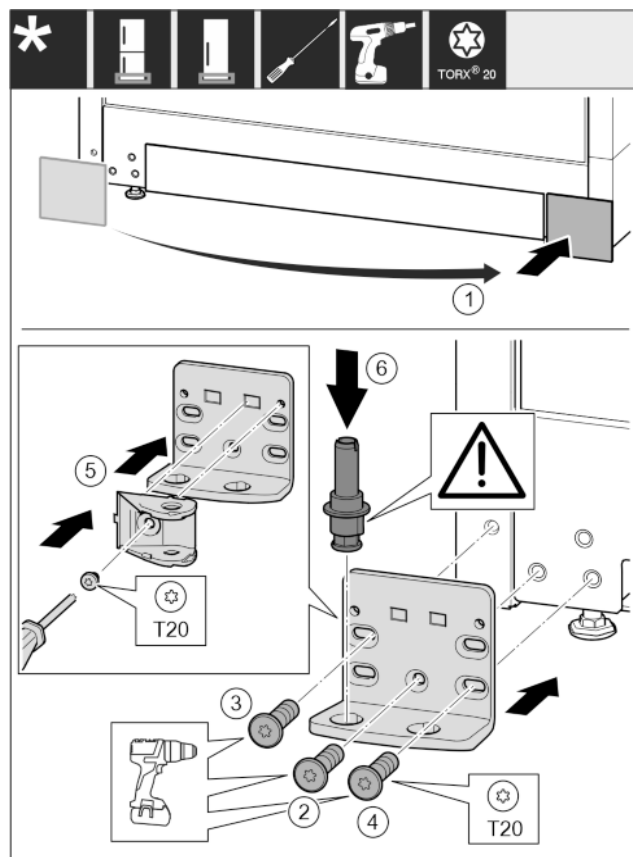

Fig. 28
- ▶ Vegye le a fedelet, és szerelje fel a másik oldalra. Fig. 28 (1)
- ▶ Helyezze fel a csapágybakot a másik oldalra, és húzza meg T20 csavarhúzóval. Alul középen a 2 számmal jelölt csavarral kezdjen. Fig. 28 (2)
- ▶ Húzza meg a 3 és 4 számmal jelölt csavart. Fig. 28 (3,4)
- ▶ Fordítsa el 180°-kal a záráscsillapítót. Csavarozza fel a T20 csavarhúzóval a csapágybak másik oldalára. Fig. 28 (5)
- ▶ Helyezze be teljesen a csapszeget. Közben ügyeljen arra, hogy a bekattanó bütyök hátrafelé mutasson. Fig. 28 (6)